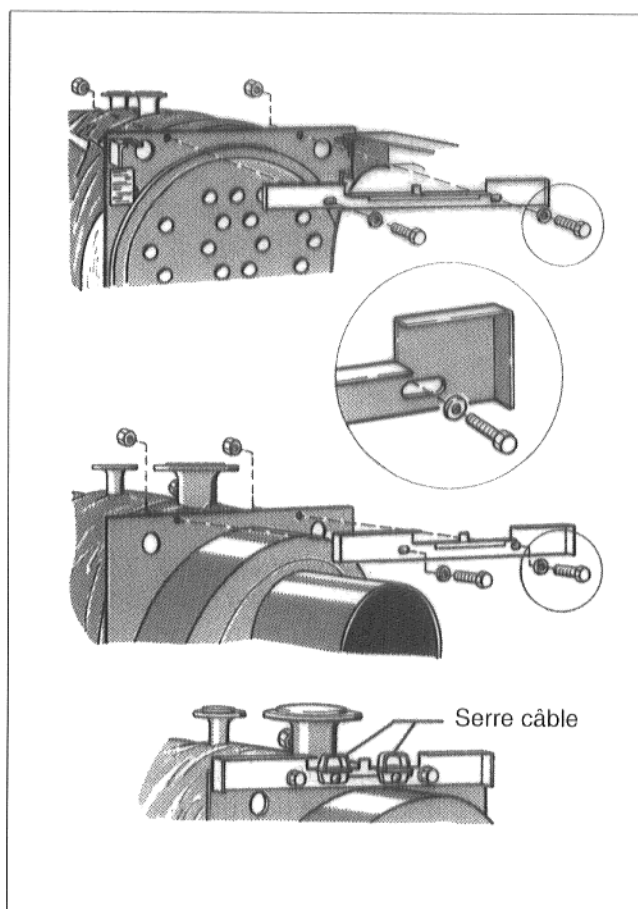

Fig. 8
- Visser les traverses supérieures sur la paroi avant et arrière de la chaudière avec 2 vis à six pans creux, rondelles et écrous par traverse (Fig. 8).
Remarque : Les rebords doivent être dirigés vers l'extérieur (Fig. 8).
Fixer le serre-câble sur la traverse arrière à l'aide d'une vis Parker (Fig. 8).